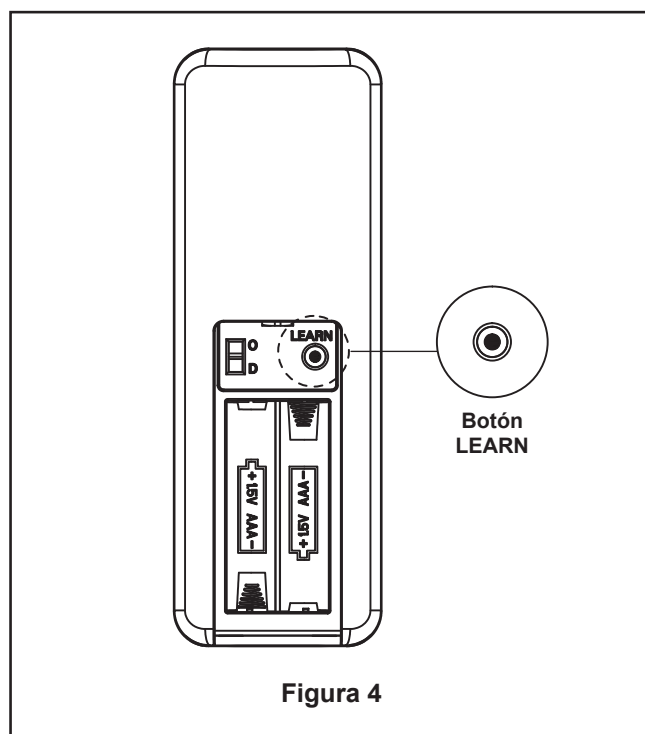

Figura 4
- ☐ **6. Proceso de aprendizaje:** (Figura 4)